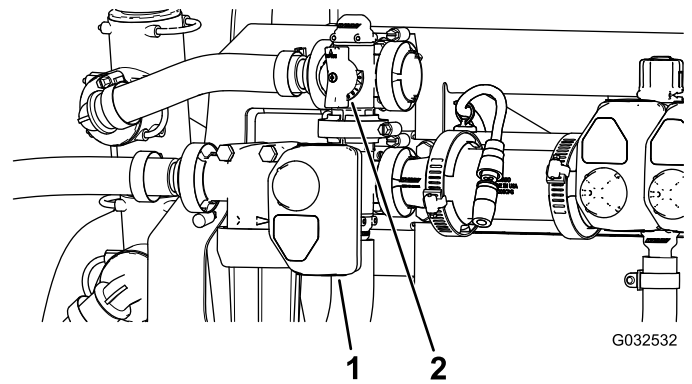

Figura 50
10. Ajuste a válvula de derivação da agitação (Figura 50) na parte posterior da válvula de